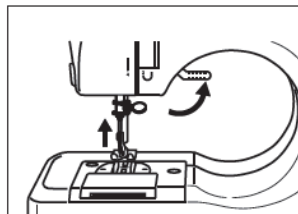

Fig.7
2. Dvignite pritiskalno nogo in položite blago, ki ga želite šivati, pod pritiskalno nogo (Fig. 7).